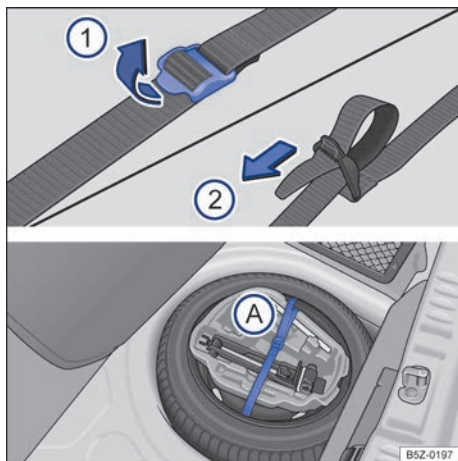

Fig. 146 No compartimento de bagagem: cinta de fixação da caixa de ferramentas e caixa de ferramentas de bordo.
- Para soltar a cinta de fixação → Fig. 146 (A), puxar a fivela no sentido da seta 1.